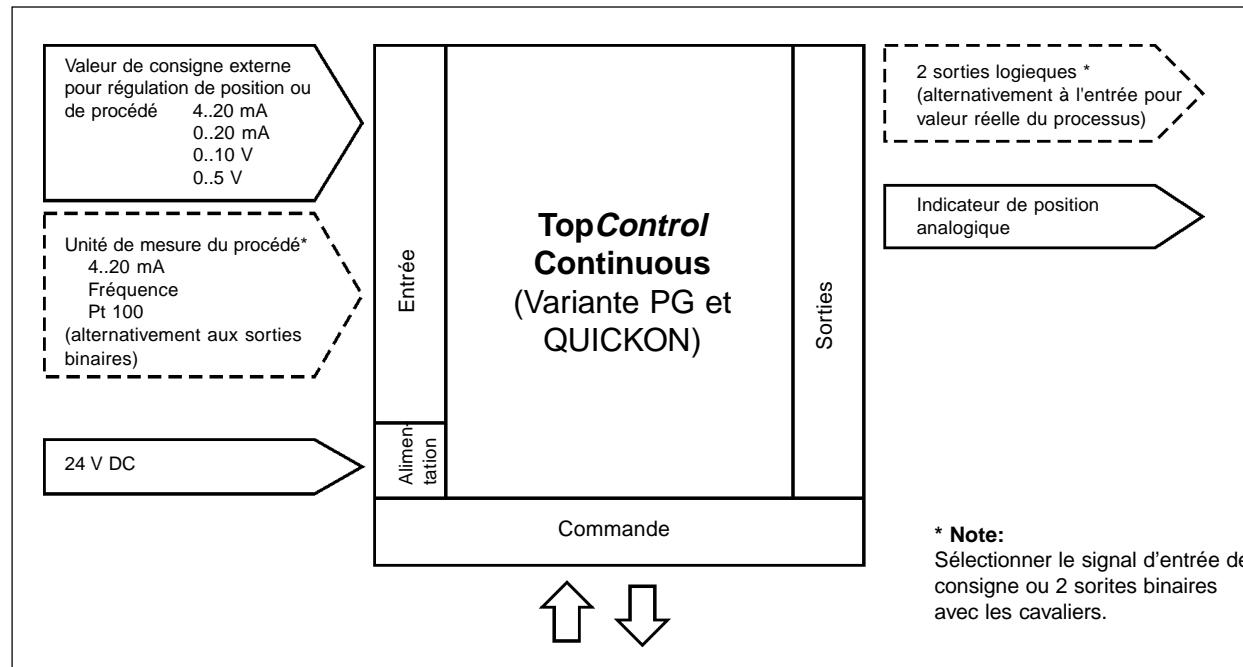

Fig. 3.9: Interfaces du „TopControl Continuous“ pour les variantes avec presse-étoupe et raccordements QUICKON
- **Bornier avec presse-étoupes et borniers** avec fonctions réduites (Fig. 3.9)